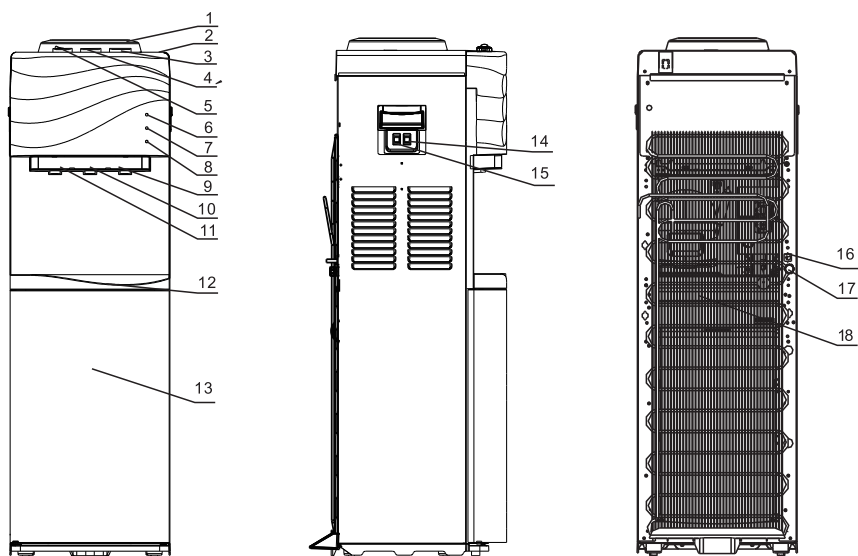

Рис.1. Схема аппарата SH-V970B
3. Возьмите емкость для воды и слейте с краника холодной воды воду. Убедитесь, что горячая вода в аппарате остыла и только после этого слейте горячую воду с краника горячей воды. Остатки воды в системе необходимо слить, открыв пробку из отверстия для слива воды, расположенного на задней стенке аппарата (рис.1 - 13). Вставьте пробку обратно в отверстие для слива воды.
Через 5-6 часов слейте раствор из системы: слейте воду из краников холодной и горячей воды, остатки раствора слейте через отверстие для слива воды (рис.1 - 13). После закрутите колпачок обратно на место.
8. Промойте аппарат чистой водой (необходимо залить в систему около 4 литров чистой воды и слить через краники горячей и холодной воды, отверстие для слива воды (рис.1 - 13)). При необходимости повторите процедуру. Вставьте пробку обратно в отверстие для слива воды.